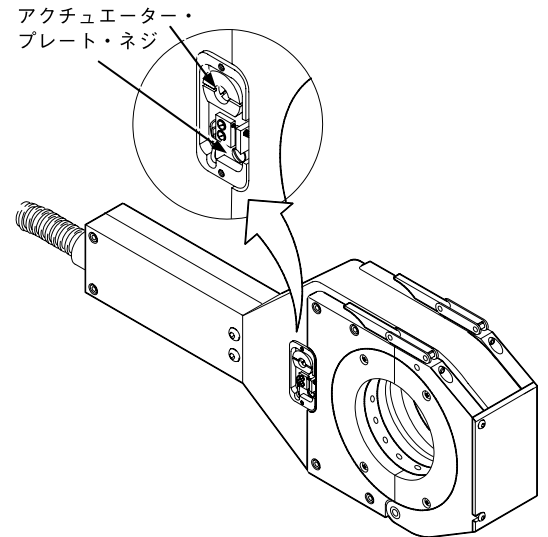

図 19：ホーム・センサーを調節する
1. アクチュエーター・カバーを取り外します。図 19 をご参照ください。